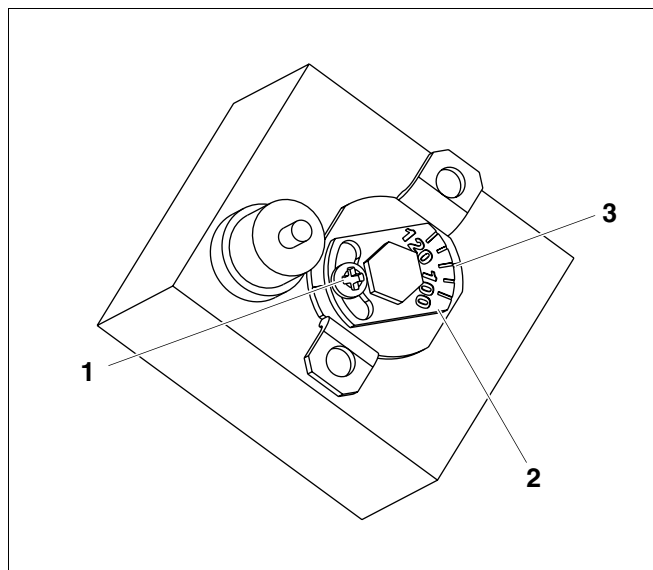

Fig. 3 Varianta A
2.2.1 Fig. 3 Varianta A
- Slăbiți șurubul (Fig. 3, **Poz. 1**).
- Tăblița cu scala temperaturilor (Fig. 3, **Poz. 2**) se rotește în dreptul marcajului (Fig. 3, **Poz. 3**).
- Se strânge din nou șurubul (Fig. 3, **Poz. 1**).